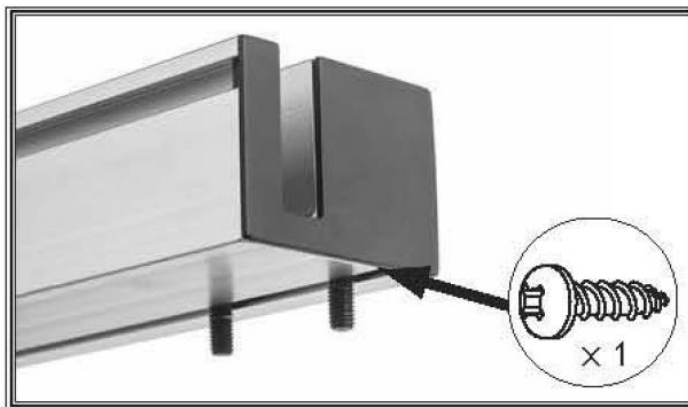

Рис. 22. Левая торцевая крышка, вновь установленная на передней рейке направляющей параллельного упора.
11. Установите на место торцевую крышку и привинтите винт к рейке направляющей (см. рисунок 22).